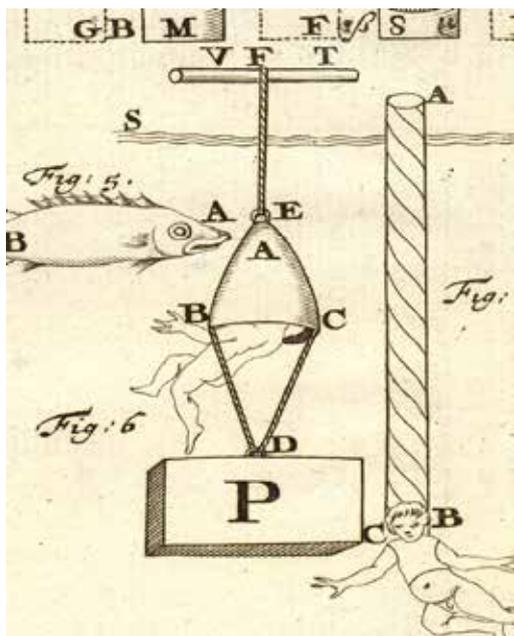

Fig. 6
**La settima campana** è quella di Giovanni Alfonso Borelli – grande matematico, astronomo, fisiologo e filosofo – che appare nel suo *De motu animalium*, opera postuma del 1680. È di dimensioni molto piccole e può ospitare solo la parte superiore del corpo del palombaro in piedi sul corpo morto. Nella stessa pagina appare anche il progetto del sommozzatore con "autorespiratore" e pinne unghiate. (fig. 6)